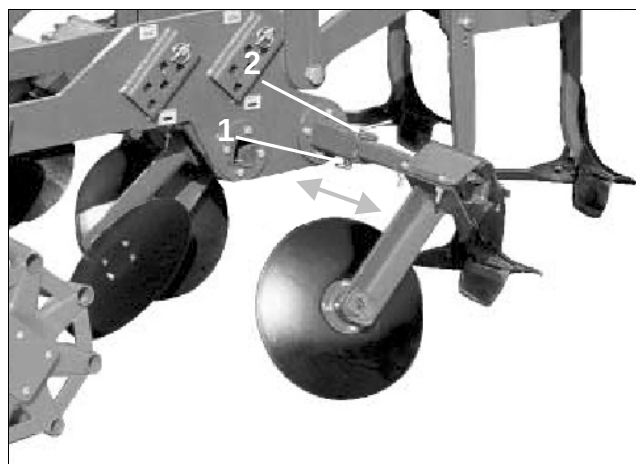

Fig. 16
- Desserrez les goupilles d'arrêt (Fig. 16/1).
- Retirez les axes (Fig. 16/2).